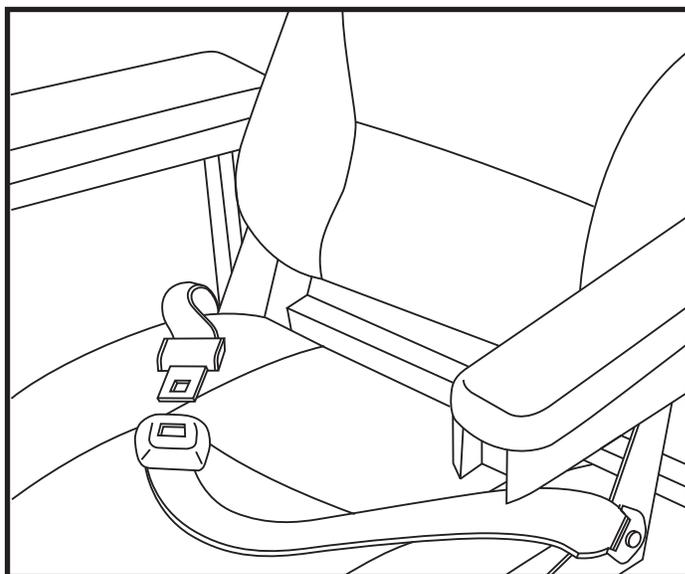

Figura 17. Regolazione della cintura di posizionamento
La Carrozzina elettrica può disporre di una cintura di posizionamento regolabile secondo la comodità dell'operatore. **Vedere figura 17.** La cintura di posizionamento è progettata per sostenere l'operatore in modo che non scivoli verso il basso o in avanti sul sedile e può essere regolata per maggiore comfort dell'operatore. La cintura di posizionamento non deve essere usata come dispositivo di contenimento.
1. Una volta seduti, inserire la linguetta metallica su un lato della cintura nell'alloggiamento in plastica sul lato opposto fino al clic. **Vedere figura 17.**